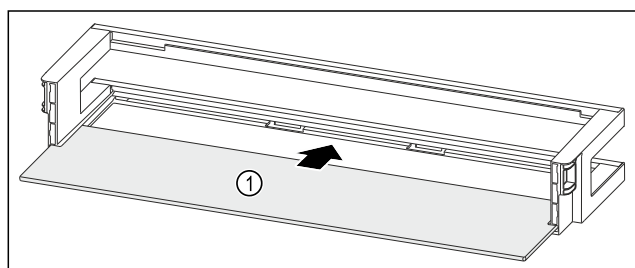

Fig. 238 Türabsteller mit Abstellfläche
- ▶ Abstellfläche Fig. 238 (1) in die seitlichen Aussparungen einschieben.